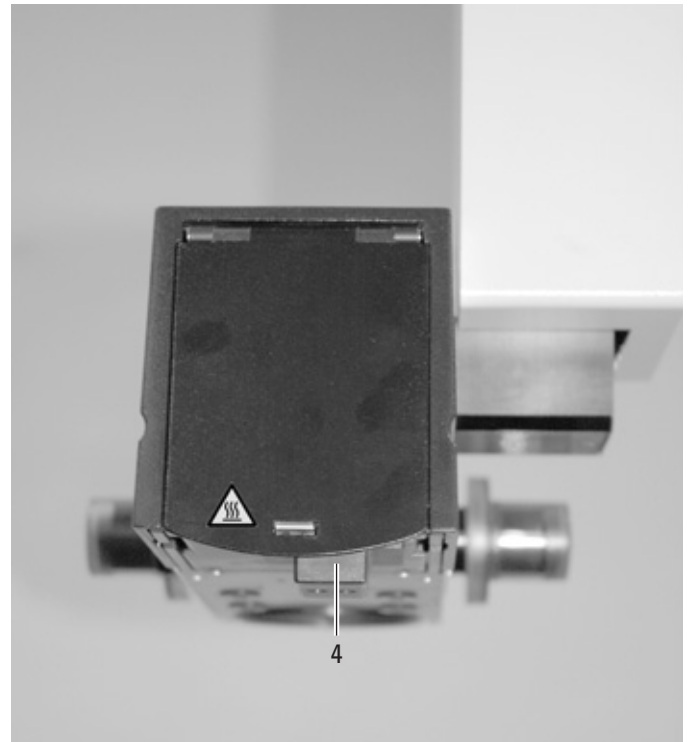

Bild 2
- ⇒ Lampenschnellwechsler (4) auf andere Seite schieben (siehe Gebrauchsanweisung Operationsmikroskop Leica M620) (Bild 2).